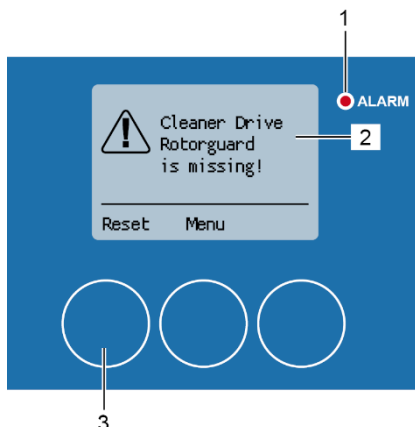

Abbildung 190: Taktensor Alarm
Die Alarmmeldung „Reinigerantrieb Rotorschutz fehlt!“ (Abbildung 190/2) erscheint während des Reinigungsprozesses sollte ein Problem mit dem Taktensor vorliegen. Die rote Alarm-LED (Abbildung 190/1) leuchtet auf.
2. Setzen Sie die Alarmmeldung mit [Zurücksetzen] (Abbildung 190/3) zurück.